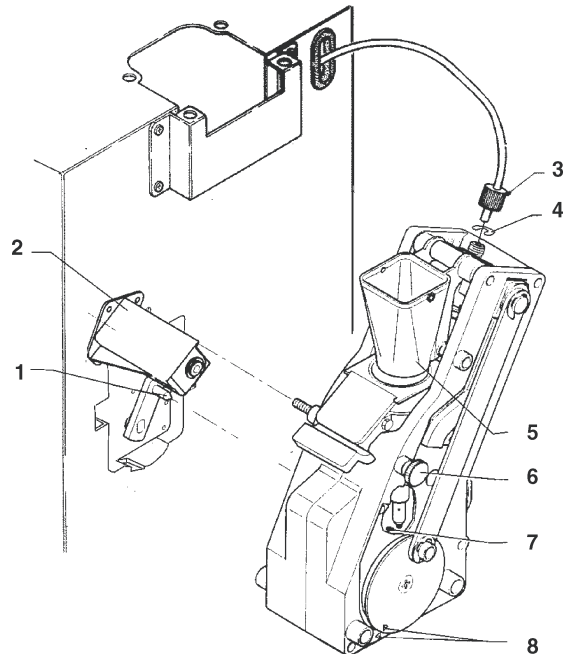

Рис. 18
- отсоедините тефлоновый шланг подключения к бойлеру от верхнего поршня так, чтобы не ослабить уплотнитель (см. Рис. 18);
- Ослабьте болты А и В настолько, чтобы можно было снять воронку для кофе (см. Рис.18).